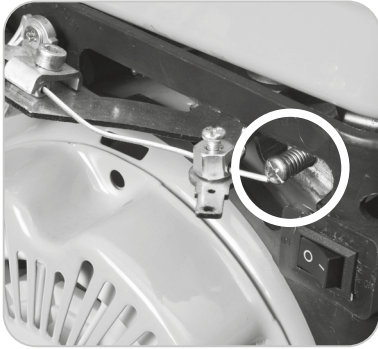

Fig. 11
- Gire el tornillo de marcha rápida (**Fig. 11**) un poco cada vez (media vuelta como máx.) hacia la derecha para disminuir la velocidad del motor, o hacia la izquierda para aumentar la velocidad del motor.